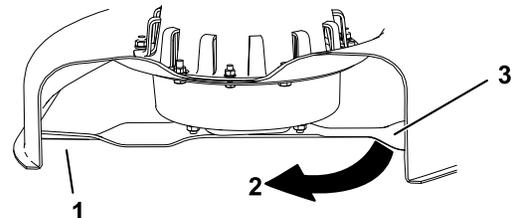

**Figura 29**
2. Usando luvas almofadadas ou outra proteção adequada para as mãos, rode lentamente lâmina para uma posição que lhe permita uma medição da distância entre a extremidade de corte e a superfície nivelada onde a máquina está (Figura 29).